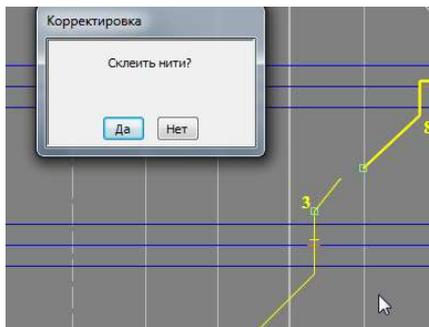

Рис.81. Склейка нитей.
4. В появившемся диалоговом окне «Склеить нить» выберите «Да» для того, чтобы склеить нити, «Нет», чтобы отказаться от этого (см. рис.81).